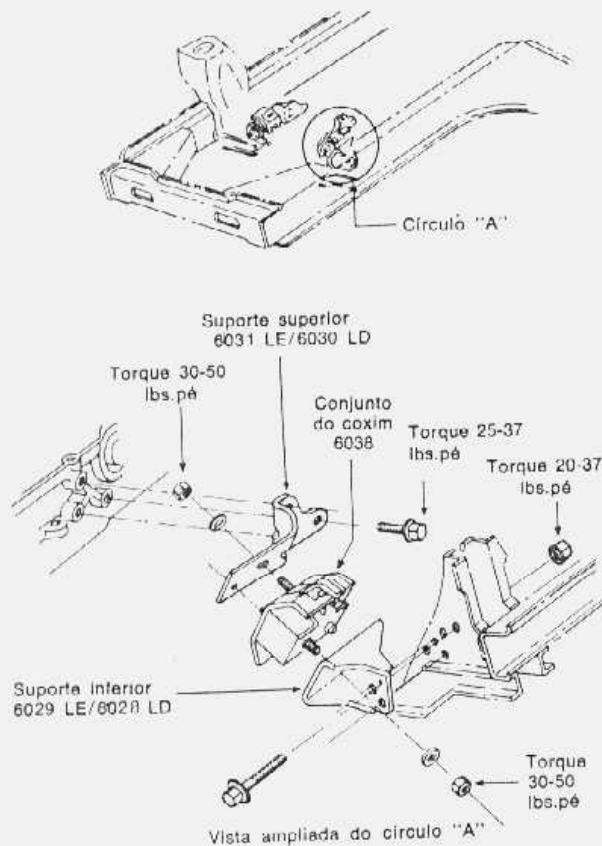

fig. 10 — suportes dianteiros do motor
- Retirar a porca de fixação da parte inferior do coxim ao suporte no monobloco (fig. 10).
- Instalar as porcas do prisioneiro inferior e superior, apertando-as ao torque especificado (fig. 10).